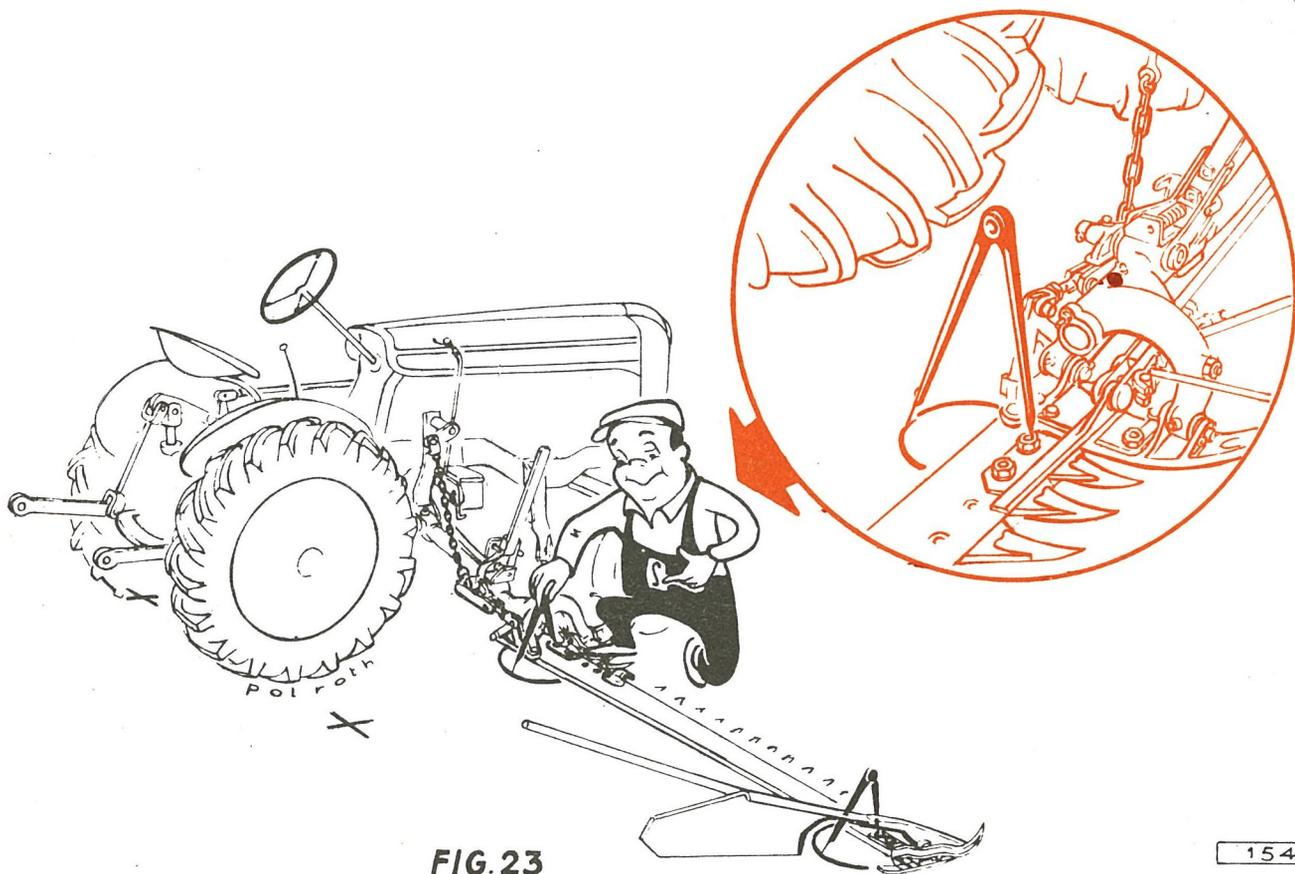

FIG. 23
- Avec un compas à pointes sèches (fig.23), tracer (en prenant comme référence un point bien précis à la jonction vis-écrou des boulons de fixation des doigts les plus rapprochés des sabots intérieur et extérieur) deux arcs de cercle à l'arrière de la barre support. Ces arcs de cercle vous permettront, par la suite, de tracer la parallèle à la face verticale avant du porte-lame. Pour effectuer cette opération, il est possible, également, après avoir ôté la lame, d'utiliser une cordelette que l'on tend le long de la face verticale avant du porte-lame. On repère alors la position de la corde à l'extérieur des deux sabots.